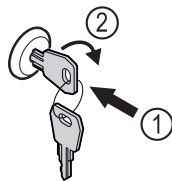

Fig. 103 Ilustrační zobrazení
- Klíč zasuňte dovnitř Fig. 103 (1).
- Otáčejte klíčem o 90° ve směru hodinových ručiček Fig. 103 (2).